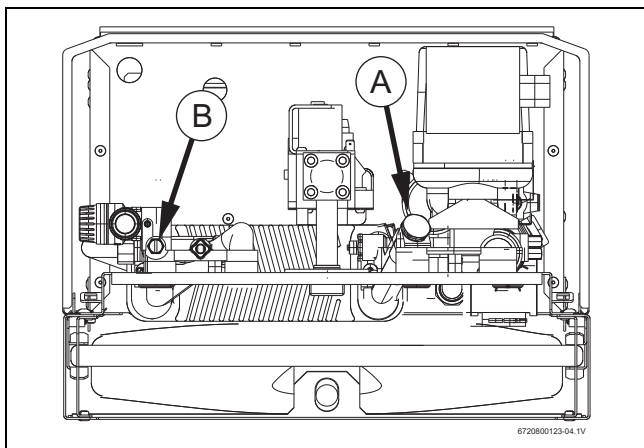

Рис. 28
- ▶ Снять крышку (рис. 28, положение А).
- ▶ Отвинтить винт для слива (рис. 28, положение В).